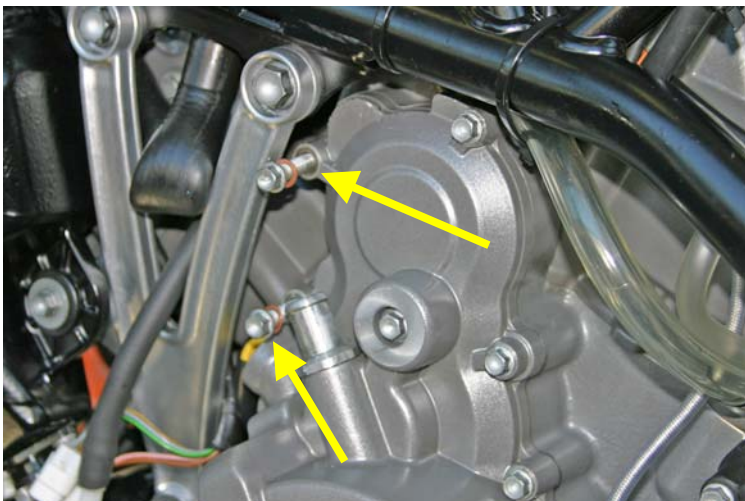

Bild 7
- 9.) An den beiden, mit Pfeilen markierten Positionen sind neue Kupferdichtringe zu montieren (Bild 7).